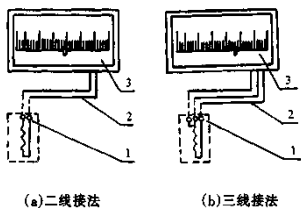

图 1-41 热电阻的接线图
(3)热电阻的使用:热电阻接线时,先将接线盒打开,按图 1-41 所示线路接线。接线的方